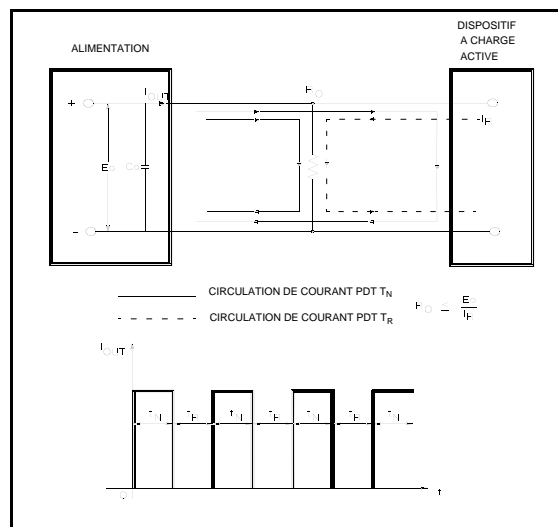

Figure 4. Solution avec charge inverse
**Réinjection de courant de l'alimentation  $+6$  V.** Le circuit de protection contre les surcharges et les courts-circuits pour la sortie de  $+6$  V réduit la limite de courant de sortie alors que la tension de la borne de sortie diminue. (La région de fonctionnement de la sortie de  $+6$  V est entourée par des traits gras sur la figure 4). Le courant de sortie nominal maximal est de  $2,5$  A et la limite de courant est réglée en usine de manière à fonctionner à  $2,75$  A  $\pm 5$  % lorsque la sortie est de 6 volts. Aux tensions de sortie inférieures, le circuit réduit linéairement le courant de sortie maximal qui peut être obtenu jusqu'à ce que  $1$  A  $\pm 15$  % circule lorsque la sortie est mise en court-circuit. Le courant de court-circuit ne peut pas être réglé.
Au cours du fonctionnement réel des sorties de  $\pm 20$  V et de  $+6$  V, si une variation de charge entraîne un dépassement de la limite de courant, le voyant OL s'allume. Si des conditions de surcharge surviennent, les alimentations de  $\pm 20$  V protègent la charge en limitant le courant à  $0,55$  A et l'alimentation de  $+6$  V protège la charge en réduisant simultanément la tension et le courant le long du lieu de réinjection, comme montré sur la figure 4. Les alimentations de  $\pm 20$  V et de  $+6$  V sont à rétablissement automatique ; c'est-à-dire que, lorsque la surcharge est enlevée ou corrigée, la tension de sortie est rétablie automatiquement à la valeur réglée précédemment.